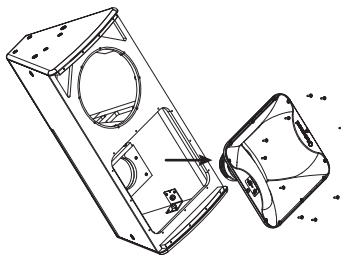

Fig. 4
5. Rimuovere le viti di fissaggio della tromba che fissano la tromba alla custodia e sollevare il gruppo tromba e driver a compressione (fig 4). (Se necessario per la manutenzione o la sostituzione, scollegare i cavi dal driver a compressione, prendendo nota della polarità per una successiva riconnessione.)
11. Riposizionare le viti di fissaggio del clacson e serrare per fissare nuovamente il clacson nella custodia (fig 4).